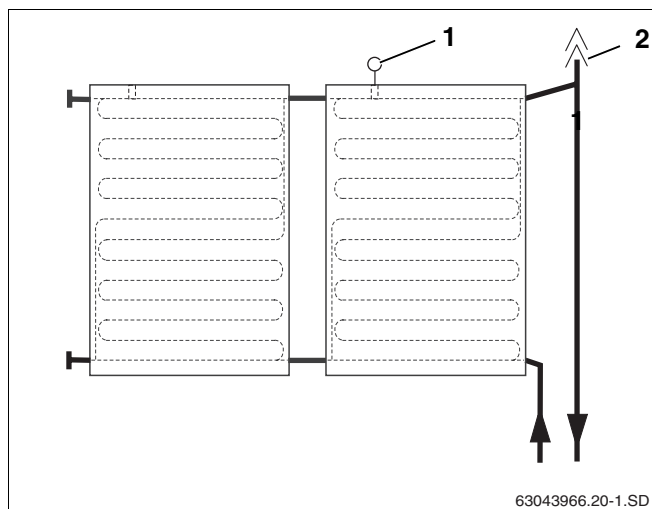

Fig. 58 Vista vaso di sfogo con disaeratore per attacco di mandata
Se si desidera disaerare l'impianto solare con un disaeratore automatico (accessorio) posto nel punto più alto dell'impianto, è necessario installare la tubazione di mandata con pendenza a salire verso il disaeratore (fig. 58, **pos. 2**) e la tubazione di ritorno con pendenza a salire verso il campo di collettori (fig. 58).